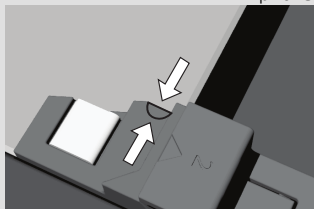

рис. 4
**Примечание: при установке стекла на место отметки (полуокруг) на дверце и стекле должны совместиться (рис. 4).**